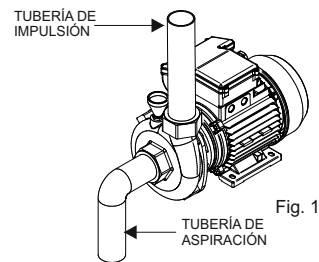

Fig. 1
- La tubería de aspiración (Fig. 1) debe poseer un diámetro igual o superior al de la
- Procure que la tubería de impulsión (Fig. 1) posea un diámetro igual o superior al de la boca de impulsión